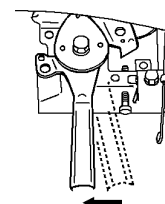

図2
- ② スピードコントロールレバーを低速から高速の方向に約1/3開いた状態にします。（図2）